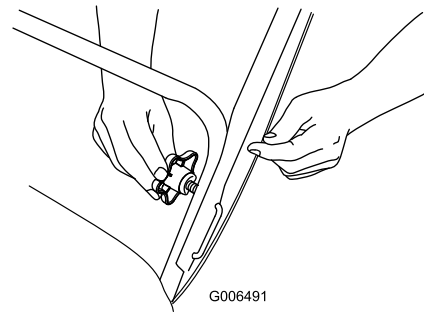

Bild 5
1. U-förmige Griffsperrung (2) 2. Griffhandräder
2. Setzen Sie das Ende der U-förmigen Griffsperrung in das offene Loch im Griff ein und ziehen Sie die Griffhandräder fest, bis sie fest sitzen (Bild 5).